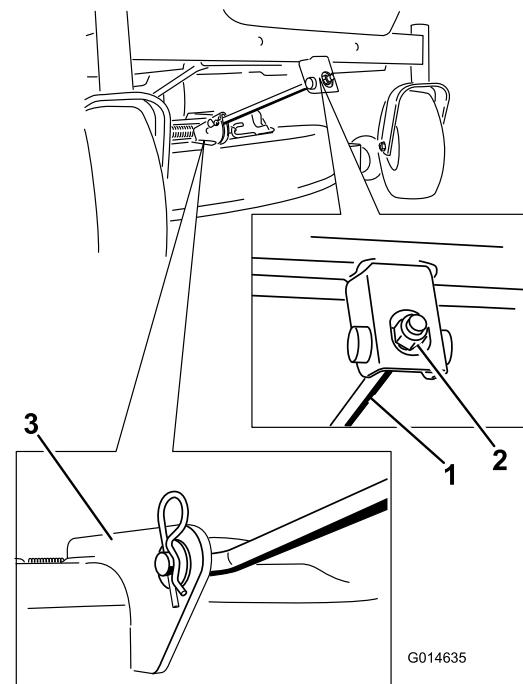

Bild 58
4. Entfernen Sie den Splint von der vorderen Stützstange und entfernen Sie die Stange von der Mähwerkhalterung (Bild 58). Lassen Sie die Vorderseite des Mähwerks vorsichtig auf den Boden ab.
6. Befestigen Sie die vordere Stützstange mit den Lastösenbolzen und Splints am Mähwerk (Bild 58).